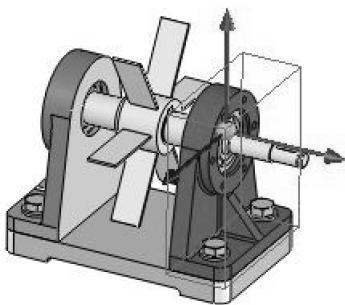

图 7-80 显示三重轴
- 爆炸步骤的零部件：激活此列表，在图形区选择要爆炸的零部件，随后图形区将显示三重轴，如图 7-80 所示。